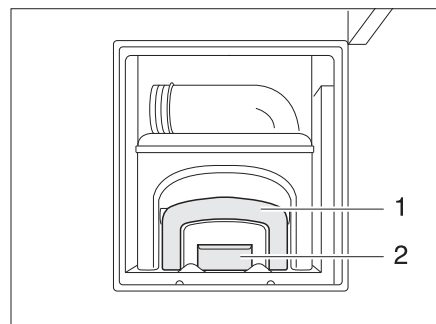

Bild 281 Zugang Fäkalientank, geöffnet
- Entriegelung (Bild 281,2) betätigen und Fäkalientank (Kassette) am Griff (Bild 281,1) herausziehen.